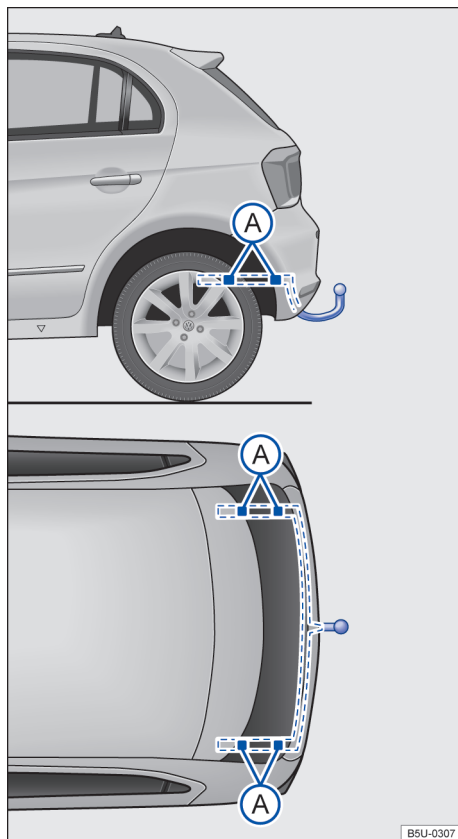

Fig. 100 Pontos de fixação para instalar um dispositivo de reboque posteriormente.
A figura → **Fig. 100** ilustra, como exemplo, o ponto de fixação para instalar um dispositivo de reboque do modelo Gol.
A montagem posterior de um dispositivo de reboque deverá ser efetuada de acordo com as instruções do respectivo fabricante do engate, sempre respeitando os pontos de fixação indicados na → Fig. 100 (A).